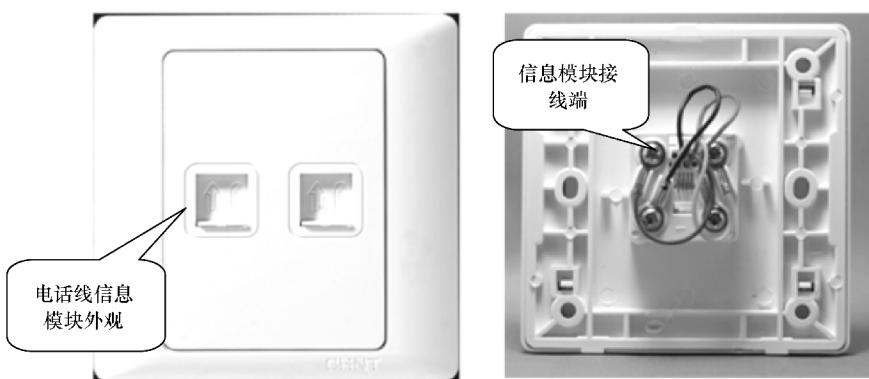

图6-26 电话线信息模块
2) 如图6-26所示为电话线信息模块，该模块采用与支路电话线的接线端子进行连接的方法。